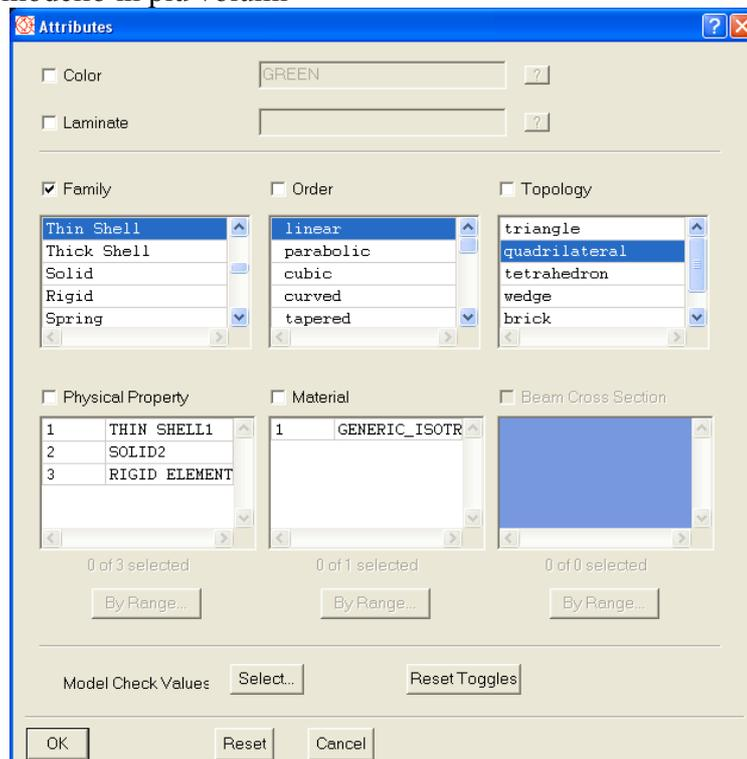

Fig. 7
- Generare la mesh a shell triangolari paraboliche sulle facce del modello, eventualmente creando elementi TRIA manualmente per risolvere il problema. Ottenere la mesh solida con il comando “Solid from Shell”. Al termine della generazione della mesh solida occorre cancellare gli elementi shell dal modello. La cancellazione si effettua con (Cfr. Fig. 7)